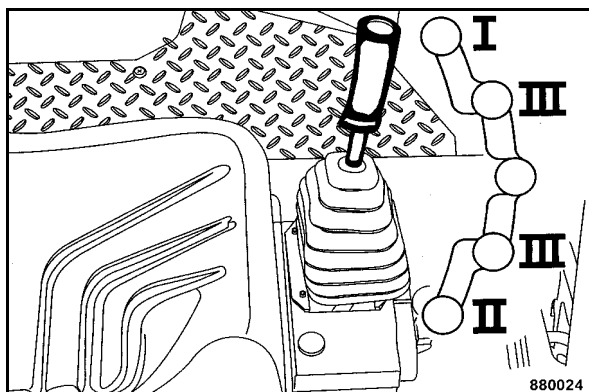

Fig. 63
- Décranter le levier de commande de la marche (Fig. 63) de la position de freinage puis le déplacer dans le sens de marche désiré.